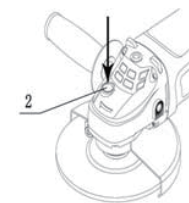

Рисунок 5
С. Закрепите вогнутую сторону внешнего фланца (12) сверху на шпиндель; D. С силой нажмите блокировочную кнопку шпинделя (2) и удостоверьтесь, что шпиндель неподвижен. Затем, пока нажата блокировка шпинделя, шестигранным гаечным ключом затяните внешний фланец по часовой стрелке (13). (Рисунок 5).